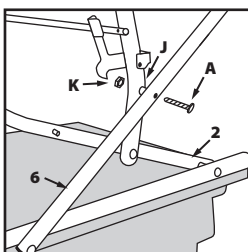

Fig. 11
- Centrez les éléments **3** et **6** pour faciliter l'alignement des trous de boulon (**Fig. 11**).